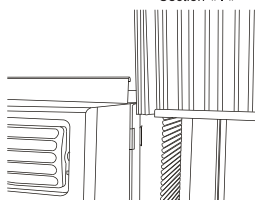

Fig. 2
B. Glissez directement la section « I » de l'extrémité libre du panneau dans l'enceinte, comme démontré à la fig. 2. Glissez le panneau vers le bas.. Assurez-vous avoir l'espace suffisant pour glisser le dessus et le bas du cadre sur les rails de l'enceinte.